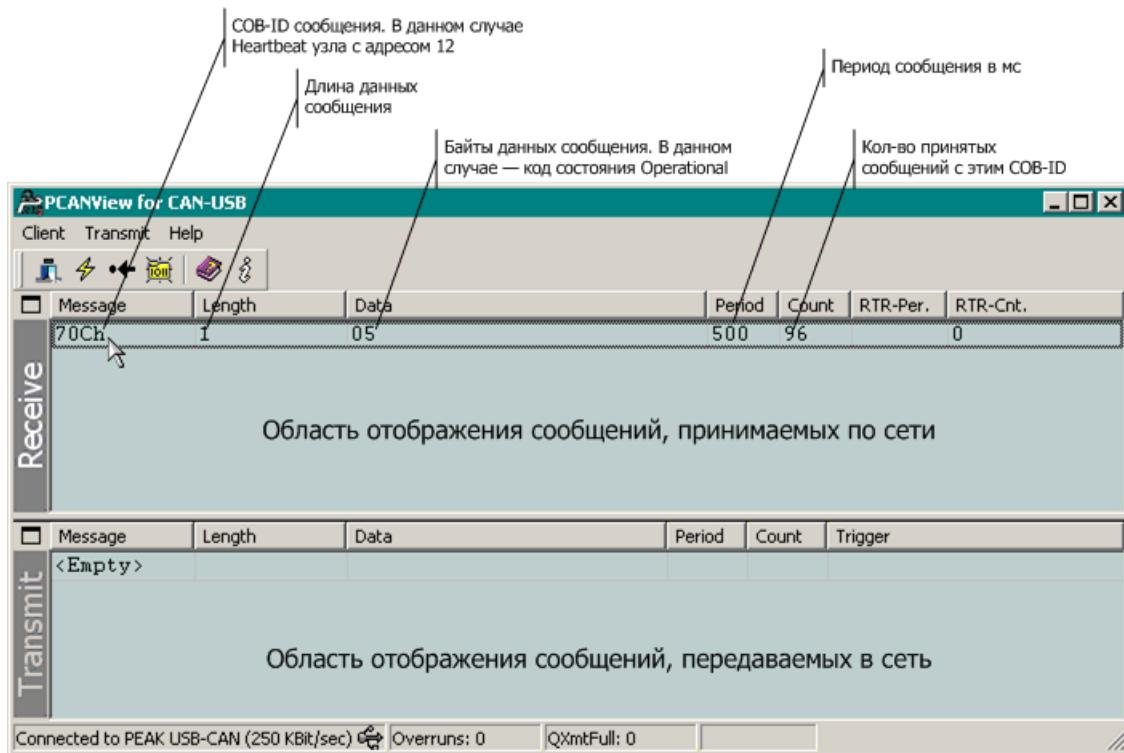

Рис. 55. Главное окно монитора сети PCANView for CAN-USB
3. Выберите название адаптера *PEAK USB-CAN at...* в списке **Available CAN hardware**, в поле **Baud rate** установите значение *250 KBit/sec* и нажмите кнопку **OK**. На экране появится главное окно программы PCANView USB, показанное на рис. 55.